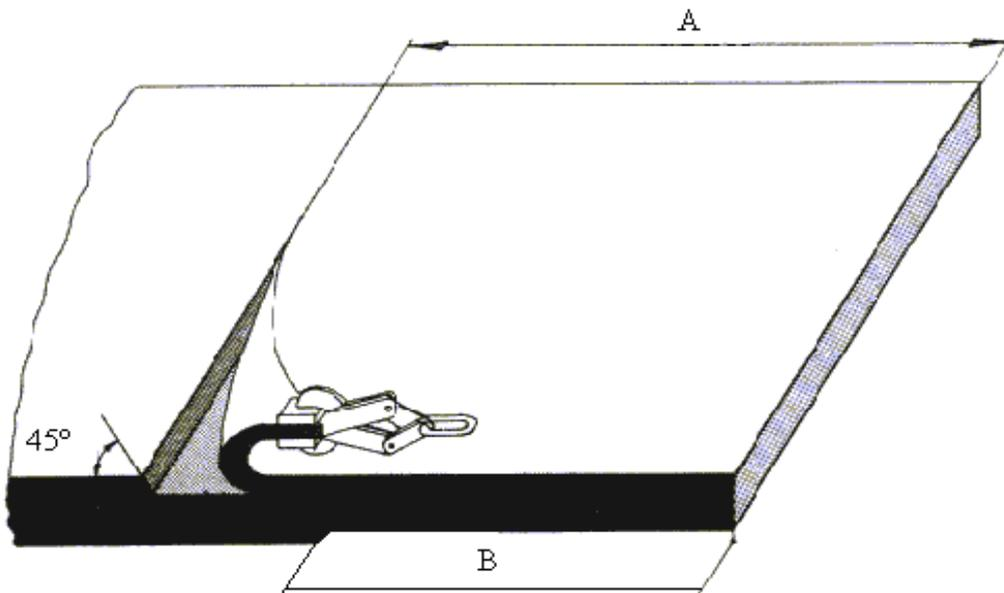

Figure 2: Décorticage du revêtement (câbles transversaux inclus).
- Décortiquer le revêtement supérieur (avec les câbles transversaux) sur une longueur A (se reporter au tableau 1 et fig. 2).
- Décortiquer le revêtement inférieur (avec les câbles transversaux, si présence de câbles) sur une longueur B (se reporter au tableau 1 et fig. 2).